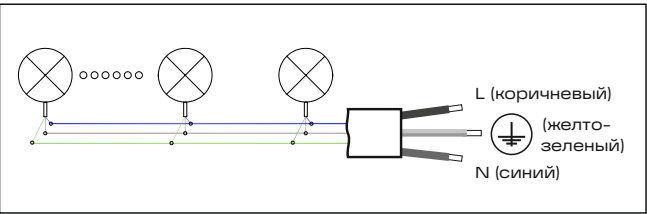

Рис. 3
- 5.14 Для выполнения электрических подключений обратитесь к схеме на рис. 3. В одну линию монтируется не более 25 приборов